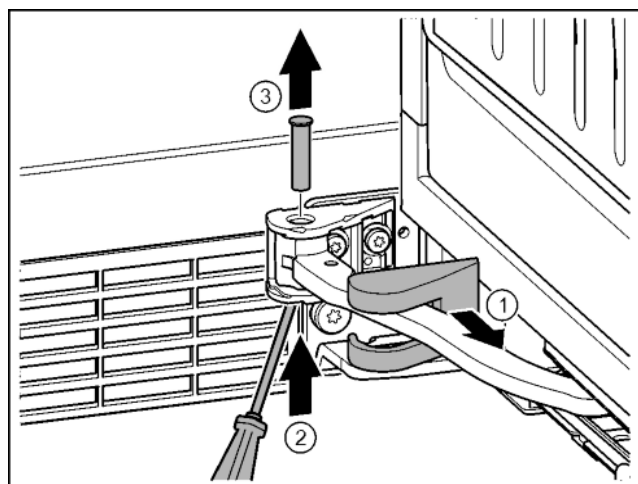

Fig. 18
► Zdjąć osłonę płytki zawiasu i przesunąć wzdłuż przegubu. Fig. 18 (1)
► Sworznie unieść od dołu palcami lub przy pomocy śrubokręta. Fig. 18 (2)
► Śrubokręt wsunąć pod główkę sworznia i wyjąć. Fig. 18 (3)